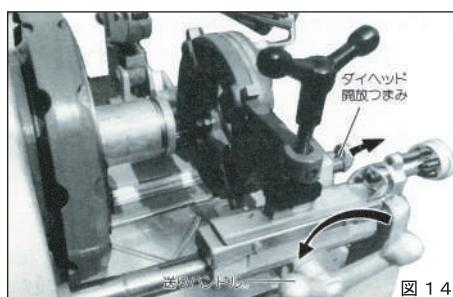

図14
⑥ダイヘッドからパイプを取り外すには、送りハンドルを左に回してダイヘッドからパイプを外します。次にダイヘッド開放つまみを矢印の方向に引いてダイヘッドを起こし、パイプをマシンから取り外してください。(図14)